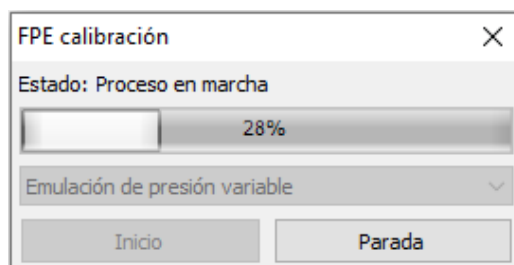

Figura 22 Calibración del emulador de presión de combustible
- **Presión de gasolina (FPE)4** – La opción que activa el emulador incorporado de presión de gasolina, imprescindible en automóviles que generan el error relacionado con la presión de combustible durante el funcionamiento del motor con gas. Para usar la función es preciso conectar el controlador al circuito de regulación de presión de gasolina de forma mostrada en la Figura 7, según las directrices de la tabla 1. A continuación es preciso realizar el proceso de calibración del emulador (Figura 22). Para empezar es preciso presionar el inicio y arrancar el motor que debe estar calentado anteriormente. El proceso de calibración es automático y dura